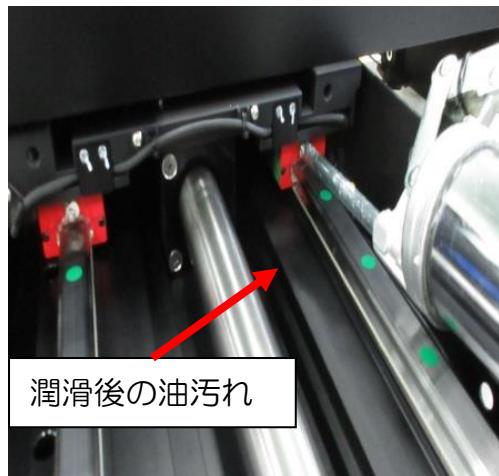

図 6
- (2) スクレーパからグリスがこぼれていなか確認してください。グリスがこぼれた場合は、グリスの注入を中止してください（図 6）。